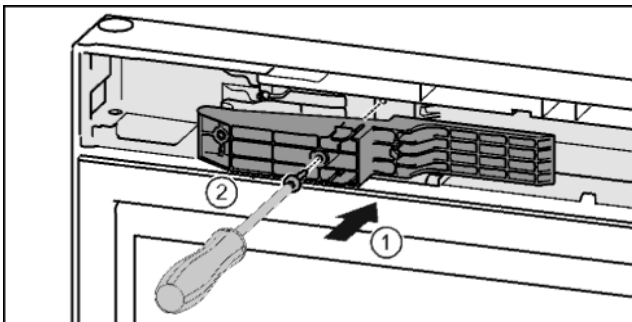

Fig. 43\*
- ▶ Adaptér na straně rukojeti vložte do výklenku. Fig. 43 (1)\*
- ▶ Šroubovákem T15 pevně utáhněte šrouby. Fig. 43 (2)\*